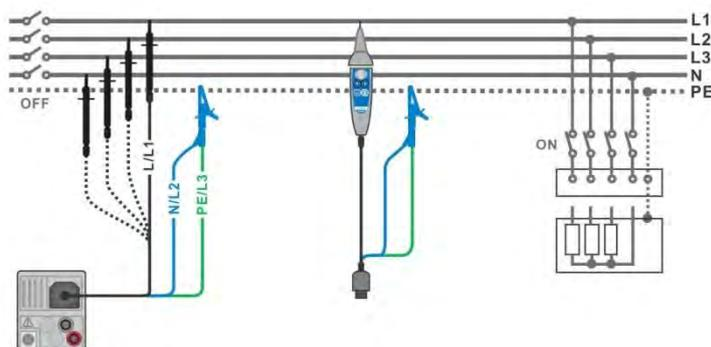
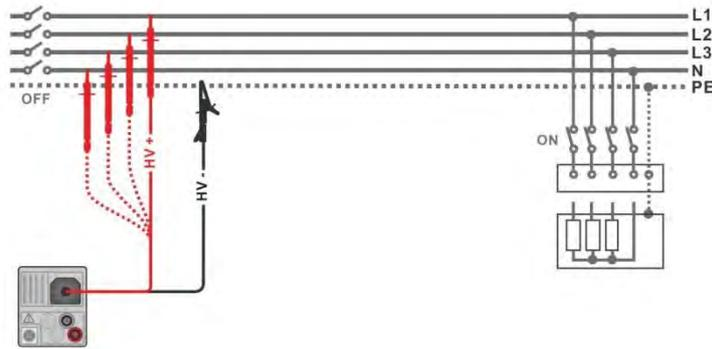

Abbildung 7.11: Anschluss der Dreileiter-Prüfleitung und der Commander-Prüfspitze (UN ≤ 1 kV)
Abbildung 7.12: Anschluss der 2,5 kV Prüfleitung ($U_N = 2,5 \text{ kV}$)
- › Schließen Sie die Prüfleitungen am Prüfling an, siehe **Abbildung 7.11** und **Abbildung 7.12**.